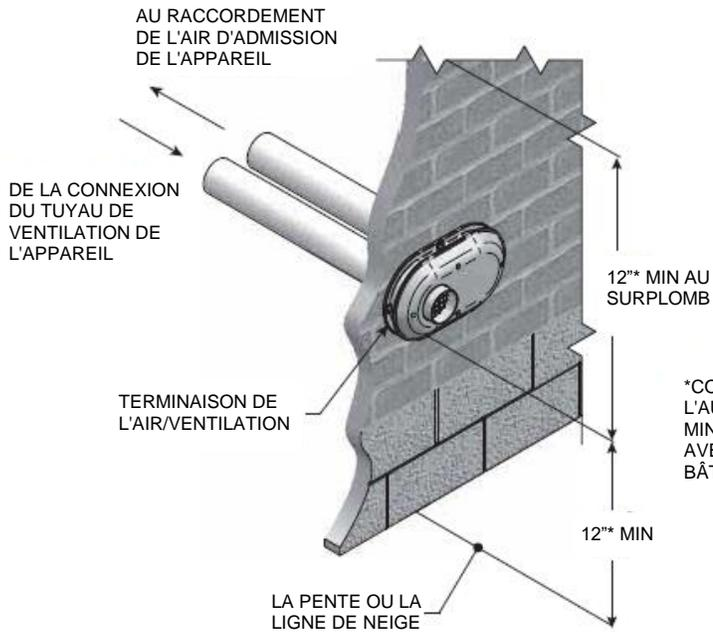

Figure 25 — Borne typique sur paroi latérale
La borne de l'évent **doit** respecter tous les dégagements et être installée conformément aux codes de construction locaux et/ou au National Fuel Gas Code ANSI Z223.1 (dernière édition) ou au code d'installation CGA/CAN B149 (voir figure 25).
Lors de la localisation de la pénétration de l'évent et du tuyau d'air, assurez-vous que la borne est correctement orientée comme le montre la figure 26 et veillez à ce qu'elle respecte les exigences minimales de dégagement comme le montre la figure 25. Pour les bornes d'évent multiples, assurez-vous qu'un espace minimum de 30 cm (12 po) est maintenu entre le bord de l'entrée d'air et la sortie d'évent adjacente et que tous les tuyaux d'évent et les entrées d'air se terminent à la même hauteur pour éviter la recirculation des gaz de combustion et la possibilité de causer des blessures corporelles graves, la mort ou des dommages matériels importants (voir figure 28).
2. Faites glisser le tuyau d'entrée et de ventilation à travers les trous. Soudez au solvant les deux tuyaux à la base de l'ensemble de bornes de l'évent (voir figure 25).